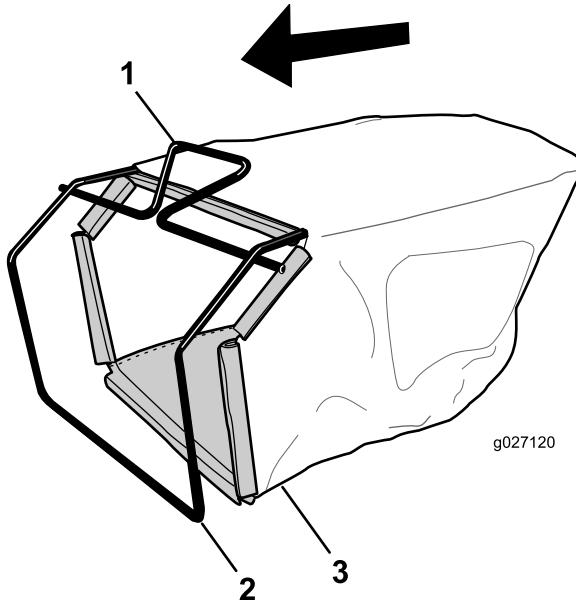

Figura 7
- Coloque la bolsa de recogida sobre el bastidor, según se muestra en la Figura 7.
Nota: No coloque la bolsa sobre el manillar (Figura 7).